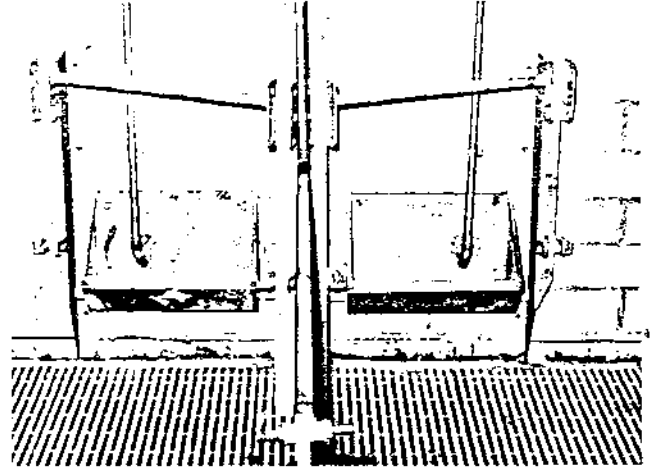

Abb. 9: Pfostenfreier, direkt an Vorder- und Zwischenwand montierter Tragrahmen. Fotos: Berkner 3, Lorenz 2, Werkbild 1
- optimale, pfostenfreie Tragrahmenbefestigung an dicht abschließenden Buchtentrennwänden (Abb. 9).